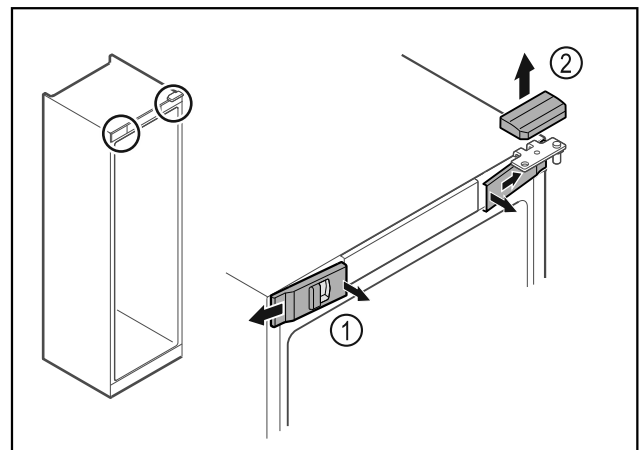

Fig. 9
- ▶ Décrocher les caches avant Fig. 9 (1) du côté intérieur et les retirer vers l'extérieur.
- ▶ Retirer le cache supérieur Fig. 9 (2) vers le haut.